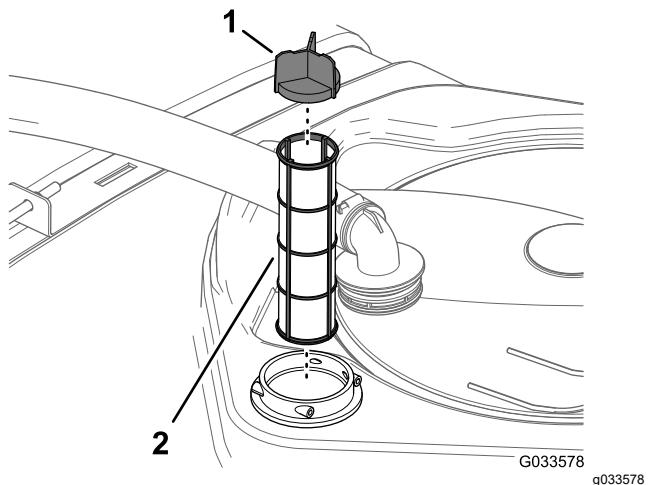

Figure 95
4. Sortez la crêpine d'aspiration du logement du filtre dans la cuve (Figure 95).